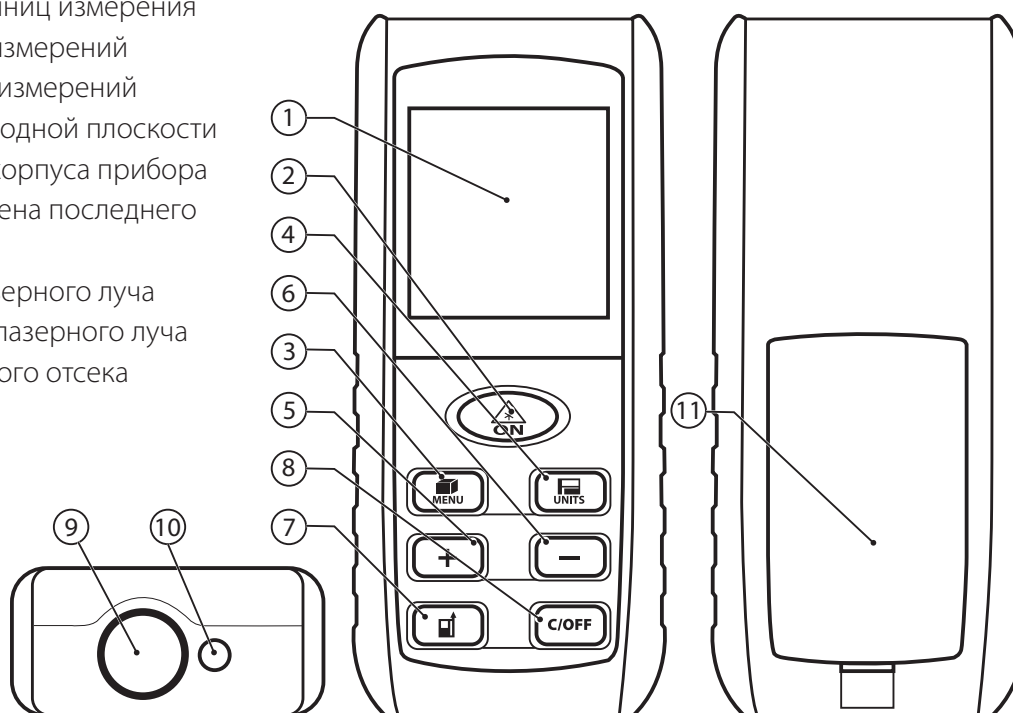
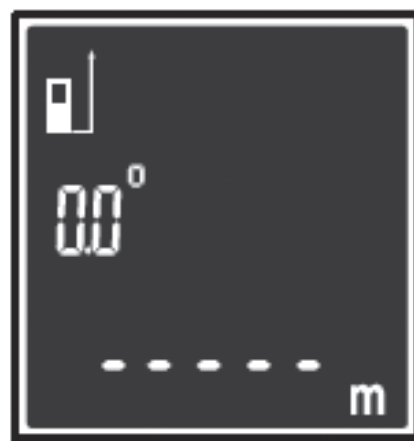
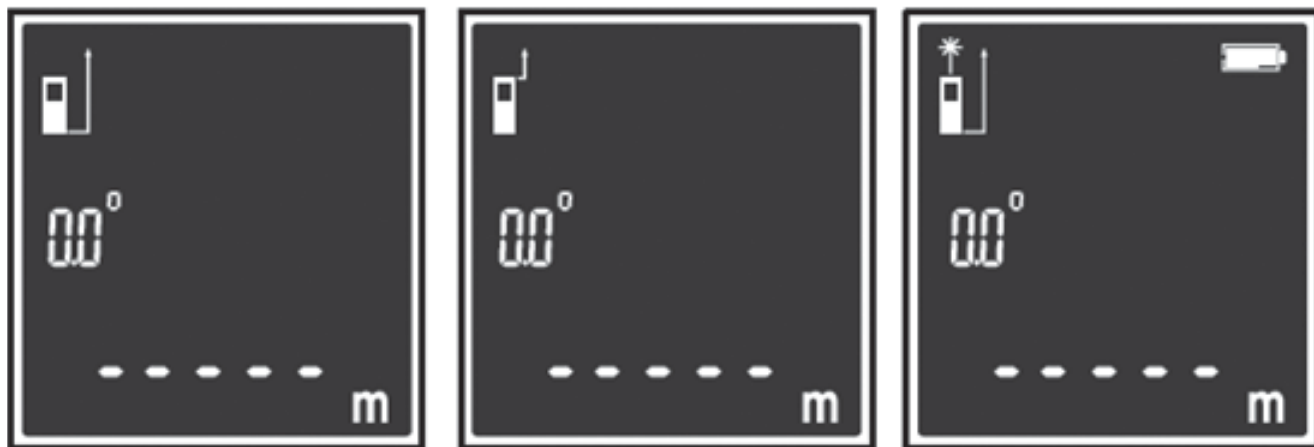
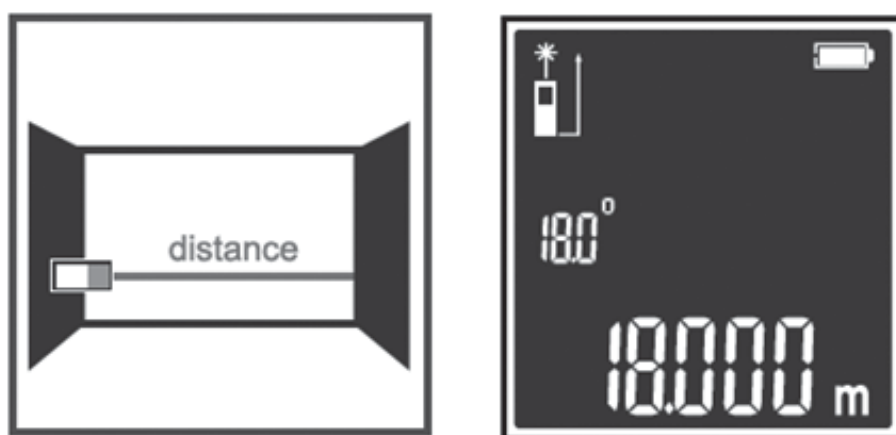

рис. 1
рис. 2
рис. 3
рис. 4
Убедитесь, что инструмент выключен. Снимите крышку отсека для батарей 11 (рис. 1) и установите 2 батареи AAA, обеспечив правильную полярность. Установите крышку на место. Всегда внимательно следите за индикатором заряда батареи. Своевременно меняйте батареи (весь комплект) для обеспечения точности ваших измерений.
- Для включения прибора нажмите кнопку включения 2 (рис. 1). После включения прибор по умолчанию находится в режиме измерения длины (рис. 2).
- Для выключения прибора, удерживайте кнопку выключения 8 (рис.1) в течение 2-3 с.
В качестве исходной плоскости для измерения по умолчанию выбрана задняя кромка инструмента (длина инструмента включена в результат измерения). Для смены исходной плоскости нажмите кнопку выбора исходной плоскости 7 (рис. 1). Следующее измерение будет осуществляться с выбранной позиции (рис. 3).
Для отмены последней команды или отображаемых данных однократно нажмите кнопку отмены 8 (рис. 1).
На включенном устройстве нажмите кнопку 2 (рис. 1) для активации лазера. Наведите его на объект,
расстояние до которого измеряется, и нажмите кнопку 2 (рис. 1) еще раз для фиксации результата и вывода на дисплей (рис. 4).
На включенном устройстве зажмите на несколько секунд кнопку 2 (рис. 1) для перевода устройства в режим непрерывного измерения. При непрерывном измерении измерительный инструмент может передвигаться относительно цели, при этом измеряемое значение обновляется приблизительно каждые 0,5 с. Вы можете, например, отойти от стены на желаемое расстояние, актуальное измеряемое расстояние постоянно высвечивается на дисплее.
Для измерения площади на включенном устройстве нажмите кнопку меню 3 (рис. 1), на дисплее появится значок измерения площади  с одной выделенной стороной.
Нажмите кнопку 2 (рис. 1) для измерения длины, а затем еще раз для измерения ширины. Результат измерения площади отобразится в итоговой нижней строке, отдельно измеренные значения отображаются в промежуточных верхних строках (рис. 7). При необходимости нажмите кнопку 8 (рис. 1) для удаления последнего измерения.
Для измерения объема на включенном устройстве дважды нажмите кнопку меню 3 (рис. 1), на дисплее появится значок измерения объема  с одной выделенной стороной. Нажмите кнопку 2 (рис. 1) для измерения длины, затем еще раз — для измерения ширины и третий раз — для измерения высоты. Результат измерения объема отобразится в итоговой нижней строке, отдельно измеренные значения отображаются в промежуточных верхних строках (рис. 8). При необходимости нажмите кнопку 8 (рис. 1) для удаления последнего измерения.
Для проведения измерения на включенном устройстве нажимайте на кнопку меню 3 (рис. 1), пока на дисплее не появится значок с мигающей гипотенузой . Наведите лазер на противоположную точку гипотенузы A и нажмите кнопку 2 (рис. 1), при этом будет также измерено значение угла наклона дальномера к горизонту и вычислены значения катета Y и высоты X (рис. 10).